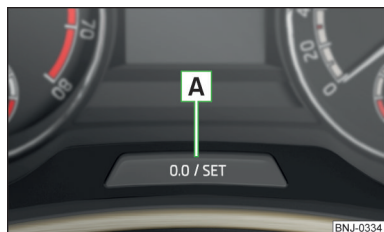

Fig. 42
- Mantenga pulsada la tecla **A** » fig. 42 hasta que se muestre en la pantalla el punto de menú **Servicio**.